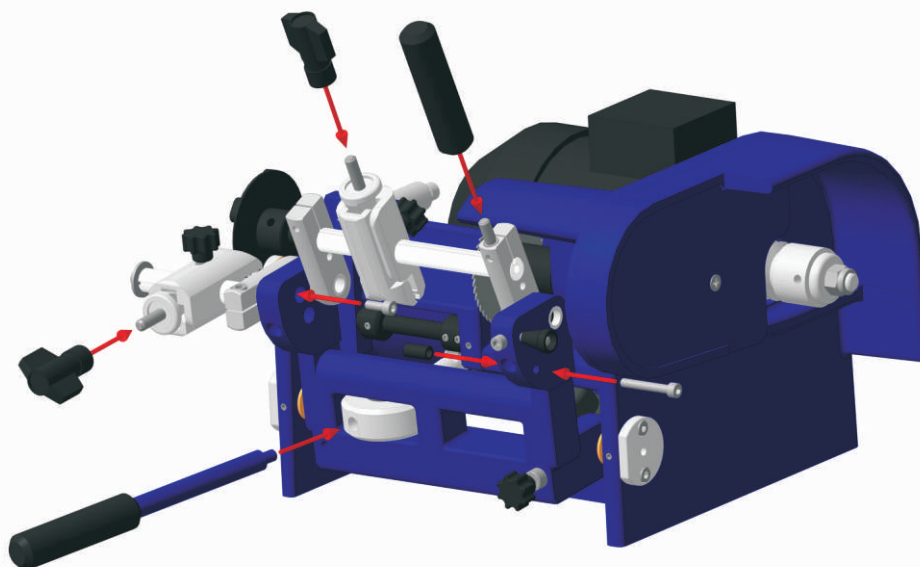

рис.3
- установить детали показанные на рис.3